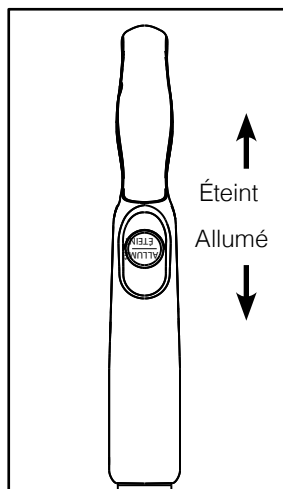

Fig. 3
- Pour allumer l'aspirateur, appuyez sur l'interrupteur Allumé/Éteint situé sur la poignée et placez-le en position « Allumé » (Fig. 3).